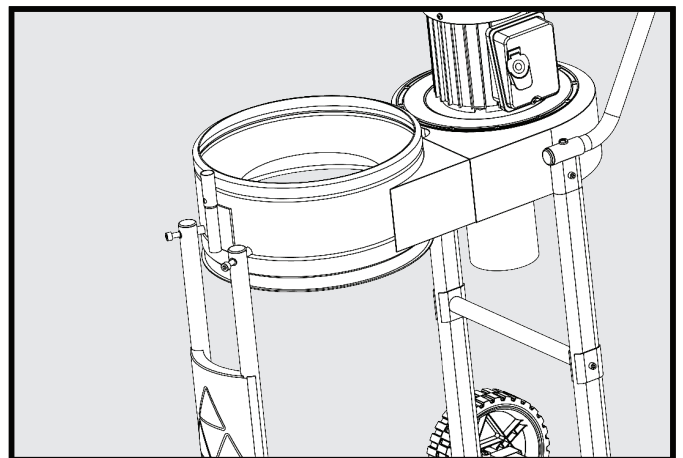

FIGURE 8
5. Insérer une vis à tête creuse hex M8x55mm (24) dans le trou et la visser dans le boîtier du souffleur (Fig 8).